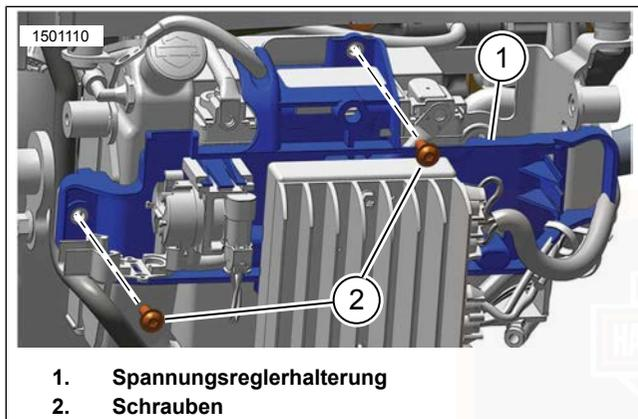

Abbildung 59. Schrauben der Spannungsreglerhalterung
5. Siehe Abbildung 59. Die Schrauben (2) der Spannungsreglerhalterung entfernen.
2. Siehe Abbildung 59. Die Spannungsreglerhalterung (1) positionieren.
3. Die Schrauben (2) der Spannungsreglerhalterung einbauen. Festziehen.